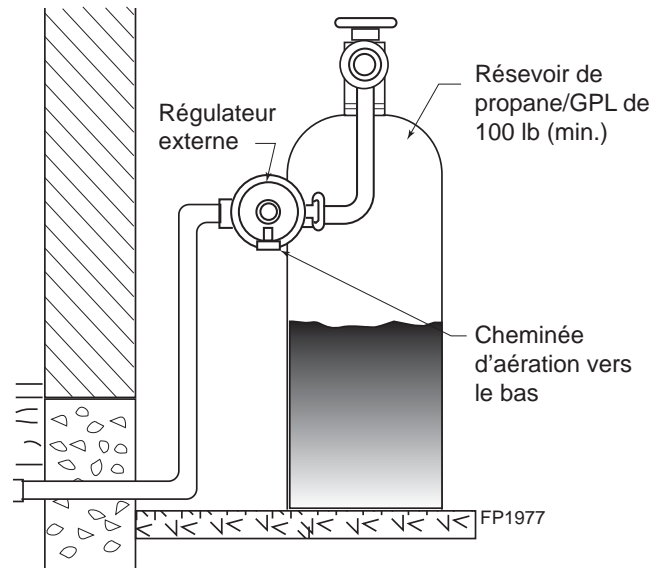

Figure 16 - Régulateur externe avec cheminée d'aération vers le bas (propane/GPL seulement)
4. Pendant que vous glissez l'unité en place, l'outil de verrouillage de la vitre peut servir à loger la plaque, le cas échéant. Avec la petite extrémité, insérez l'outil dans l'encoche carrée dans le haut avant de la chambre de combustion. Accrochez la plaque à l'aide de l'outil et tirez-la vers l'avant en place pendant que vous glissez la chambre de combustion vers l'arrière. Figure 16
Pour les raccords de gaz propane/GPL seulement, l'installateur doit fournir un régulateur externe. Le régulateur externe réduira la pression des gaz entrants. Vous devez réduire la pression des gaz entrants entre 11 et 13 pouces d'eau. Si la pression des gaz entrants n'est pas réduite, des dommages au régulateur du système de brûleur pourraient se produire. Installez le régulateur externe, la cheminée d'aération vers le bas tel qu'illustré à la Figure 16. Ceci protège la cheminée d'aération contre le verglas ou le grésil.